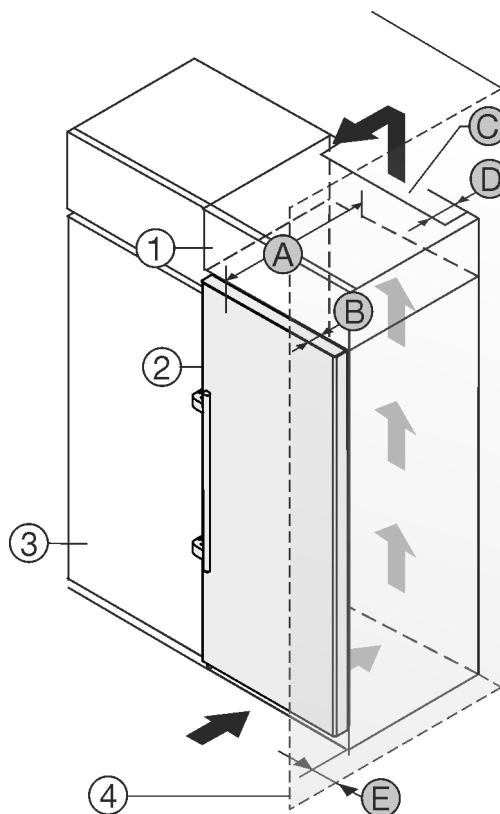

Fig. 1
- (1) Rátétszekrény
- (2) Készülék
- (3) Konyhaszekrény
- (4) Fal
- (A) Készülék mélysége
- (B) Ajtó mélysége
- (C) Szellőzés keresztmetszete
- (D) Készülék hátsó oldalának távolsága
- (E) Távolság a készülék oldalától
A készülék közvetlenül a konyhaszekrény Fig. 1 (3) mellé állítható.
A rátétszekrény hátoldalán egy megadott mélységű Fig. 1 (D) szellőzőaknákat kell kialakítani a rátétszekrény teljes szélességében.
A mennyezett alatt be kell tartani a szellőző keresztmetszetet Fig. 1 (C).
Ha a készüléket a zsanérjaival a fal Fig. 1 (4) mellé állítja fel, legalább 57 mm távolságot kell tartani a faltól. Ez a fogantyú túlnyúlásának felel meg, amikor kinyitja az ajtót.
Ahhoz, hogy az ajtót teljesen ki tudja nyitni, a készüléknek a konyhaszekrény elülső oldalához képest legalább az ajtó mélységének Fig. 1 (B) megfelelően ki kell állnia. A konyhaszekrények Fig. 1 (3) mélységétől és a fali távtartók használatától függően a készülék nagyobb mértékben is túllóghat előrefelé.